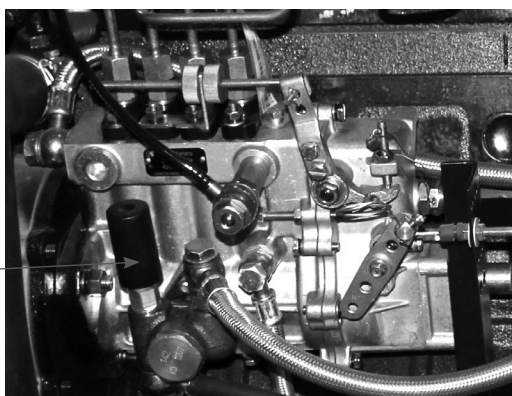

Рис.9
1. При вводе в эксплуатацию нового двигателя рекомендуется предварительно удалить воздух из топливной системы. Для этого прокачайте ручным топливным насосом (1) Рис.9 топливную систему до появления характерного звука.